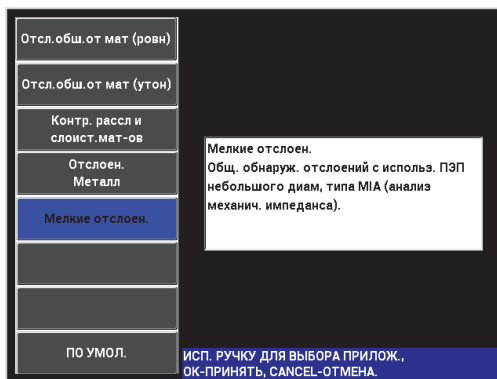

Рис. 6-23 Приложение для выявления мелких отслоений и отремонтированных участков
3. Выберите приложение **Мелкие отслоен.**, затем нажмите ✓ (см. Рис. 6-23 на стр. 149).